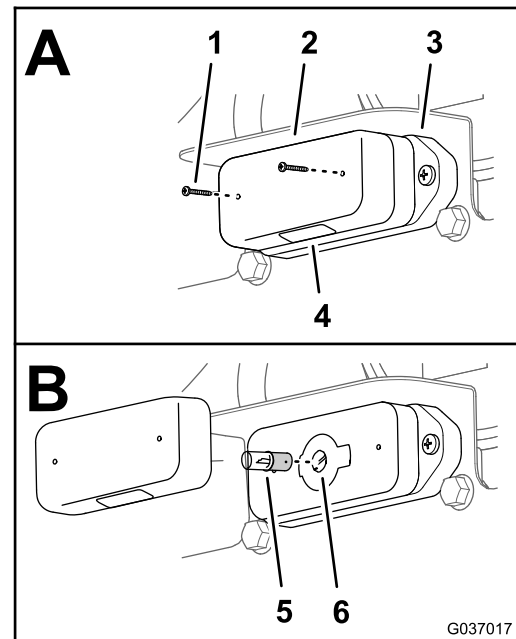

図 71
1. カバーをナンバープレートライトのベースに固定しているねじ2本を外して、カバーを取り外す 図 71のA。
2. 電球を少し押し込んで左に回してソケットから外す 図 71のB。
3. ソケットに新しい電球を入れる (図 71のB)。
4. 電球を少し押し込んで右に回してソケットに取り付ける 図 71のB。
5. カバーをナンバープレートライトのベースにレンズと共に合わせて取り付ける 図 71のA。